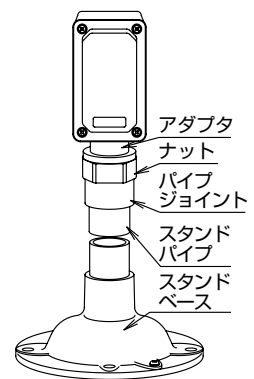

図1
- (1) 各部の名称 (図1) をご覧ください。
- (2) ケーブル配線上の注意